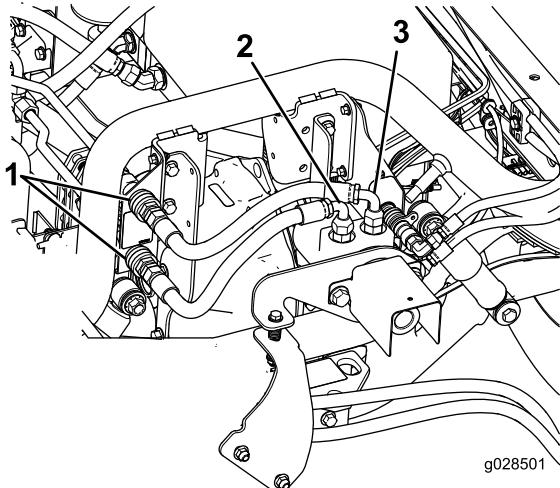

Figure 8
- Branchez l'extrémité libre du flexible qui est reliée au raccord intérieur du moteur au raccord rapide inférieur sur le support (Figure 8).
- Branchez l'extrémité libre du flexible qui est reliée au raccord extérieur du moteur au raccord rapide supérieur sur le support (Figure 8).